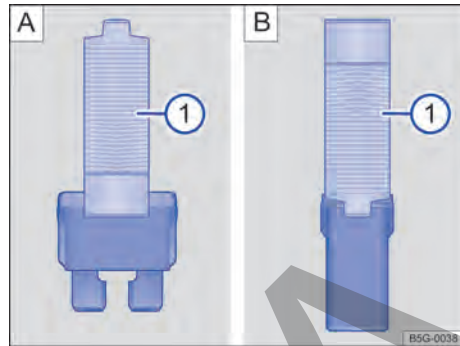

Fig. 174 Retirar o colocar el fusible con la pinza de plástico: **A)** fusible plano, **B)** fusible de bloqueo.
- De ser necesario, retirar la pinza de plástico → fig. 174 ① de la cubierta de la caja de fusibles.
- De acuerdo con la versión del fusible, colocar las garras adecuadas del alicate plástico → fig. 174 A ① o → fig. 174 B ① de forma lateral en el fusible.
- Si el fusible está quemado, sustituir el fusible por uno nuevo de la *misma* intensidad de corriente (mismo color e inscripción) y del *mismo* tamaño → ①.